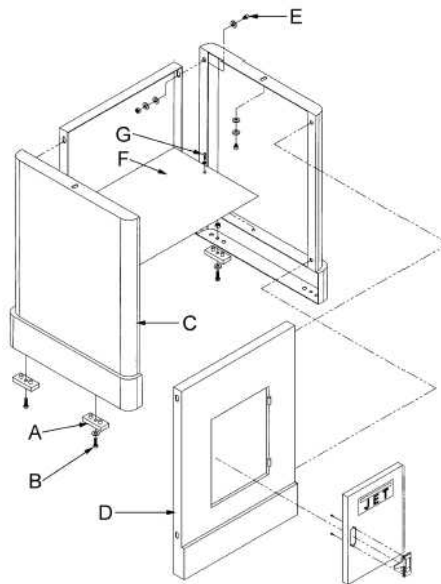

Fig 1
Montieren Sie die vier GummifüÙe (A, Fig.1) auf die Untersatzseitenteile mittels der gemeinsam verpackten 4 Schrauben, 4 Scheiben und 4 Sechskantmuttern.
Verbinden Sie die Seitenteile (C, Fig 1) mit dem Frontblech (D) mittels 4 Sechskantschrauben, 8 Scheiben, 4 Federscheiben und 4 Sechskantmuttern(E).